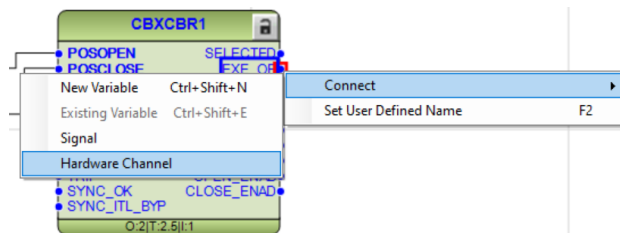

Imagen 81_Conexión de canal en la salida EXE_OP del bloque CBXCBR1.
2.2.6 Para las salidas haremos también se realizarán las siguientes conexiones, seleccionando “EXE-OP” como se aprecia en la **Imagen 81**, con clic derecho posteriormente “Hardware Channel - Connect”.